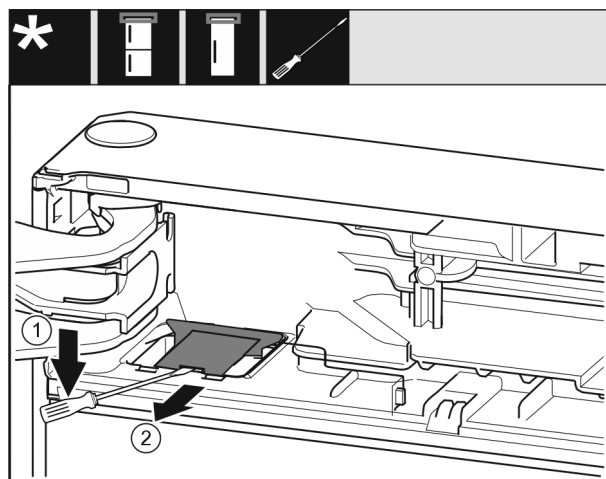

Fig. 10
- Med en flat skrutrekker løsne dekselet og ta det av. Fig. 10 (1)
- Ta ut dekselet. Fig. 10 (2)